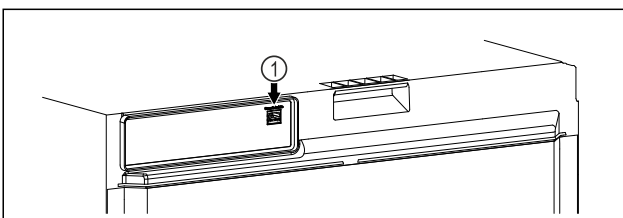

Fig. 113
- SmartModule Fig. 113 (1) ist eingesetzt.